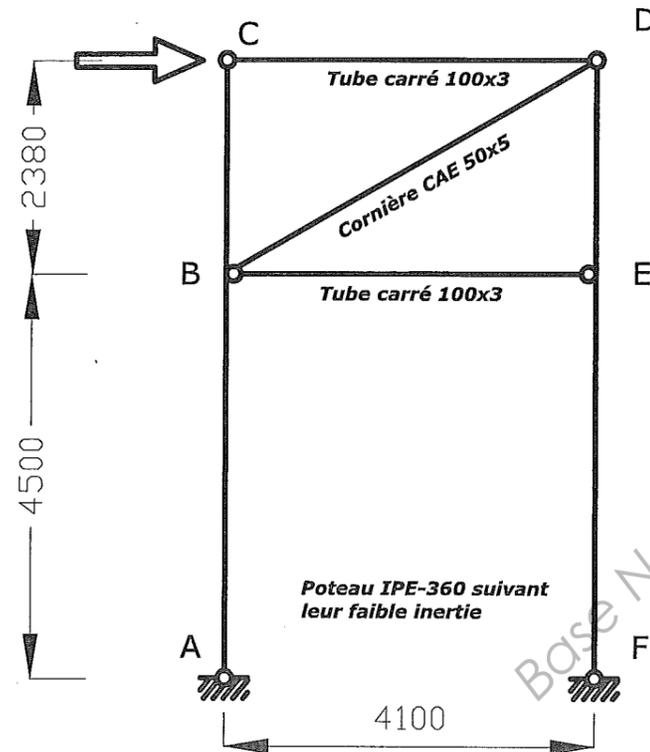

Figure 3
La figure 3 schématise la palée chargée, appelée système (S)